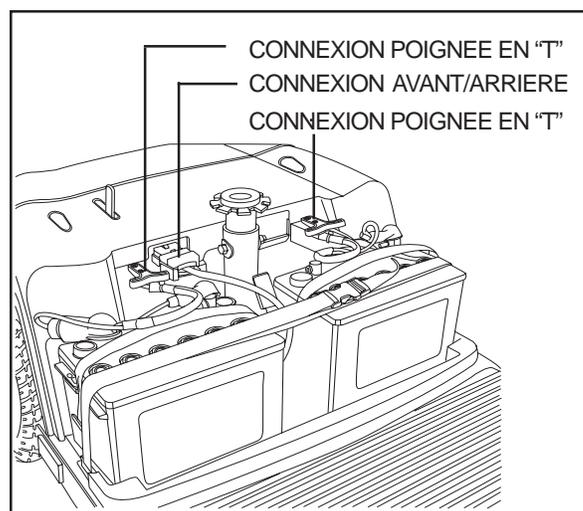

Figure 18. Connexions des câbles
6. Débranchez les deux connexions à poignée en "T" des batteries. Voir la figure 18.
7. Débranchez le câble gris qui relie la console du guidon au module électronique à l'arrière. Voir la figure 18.